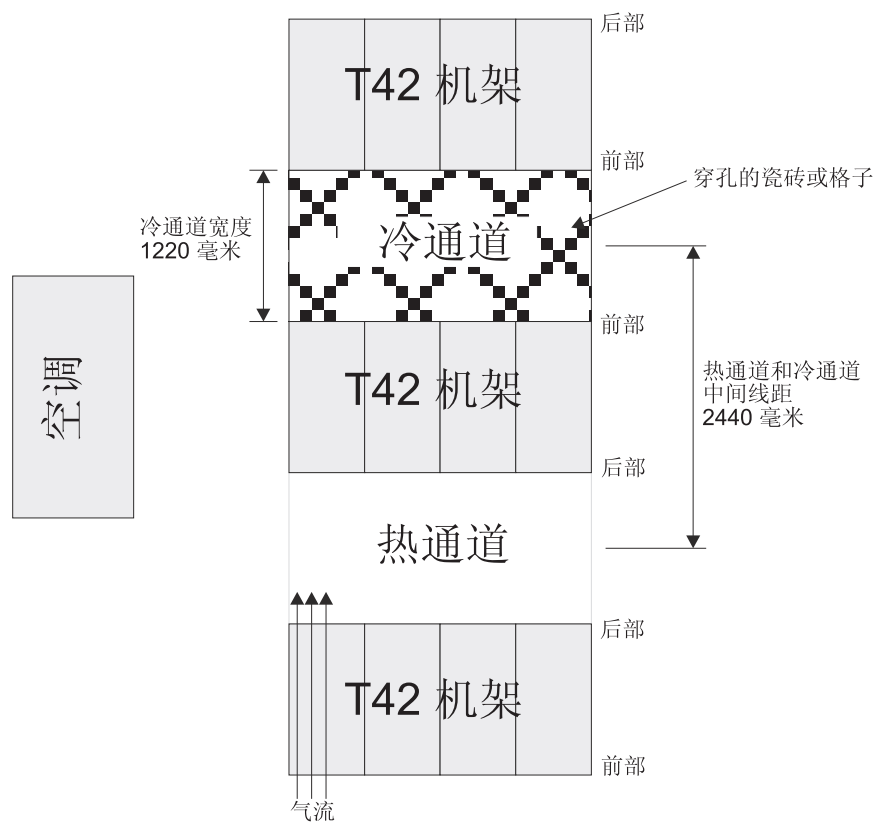

图 15. 冷通道/热通道机架配置示例
- 空气从机架前部进入，后部流出。为防止流出机架的空气进入其他设备的进风口，必须将机架隔排放置并且前部与前部相对，后部与后部相对。这种排列方式被称为**冷通道/热通道**，如第 25 页的图 15 中所示。